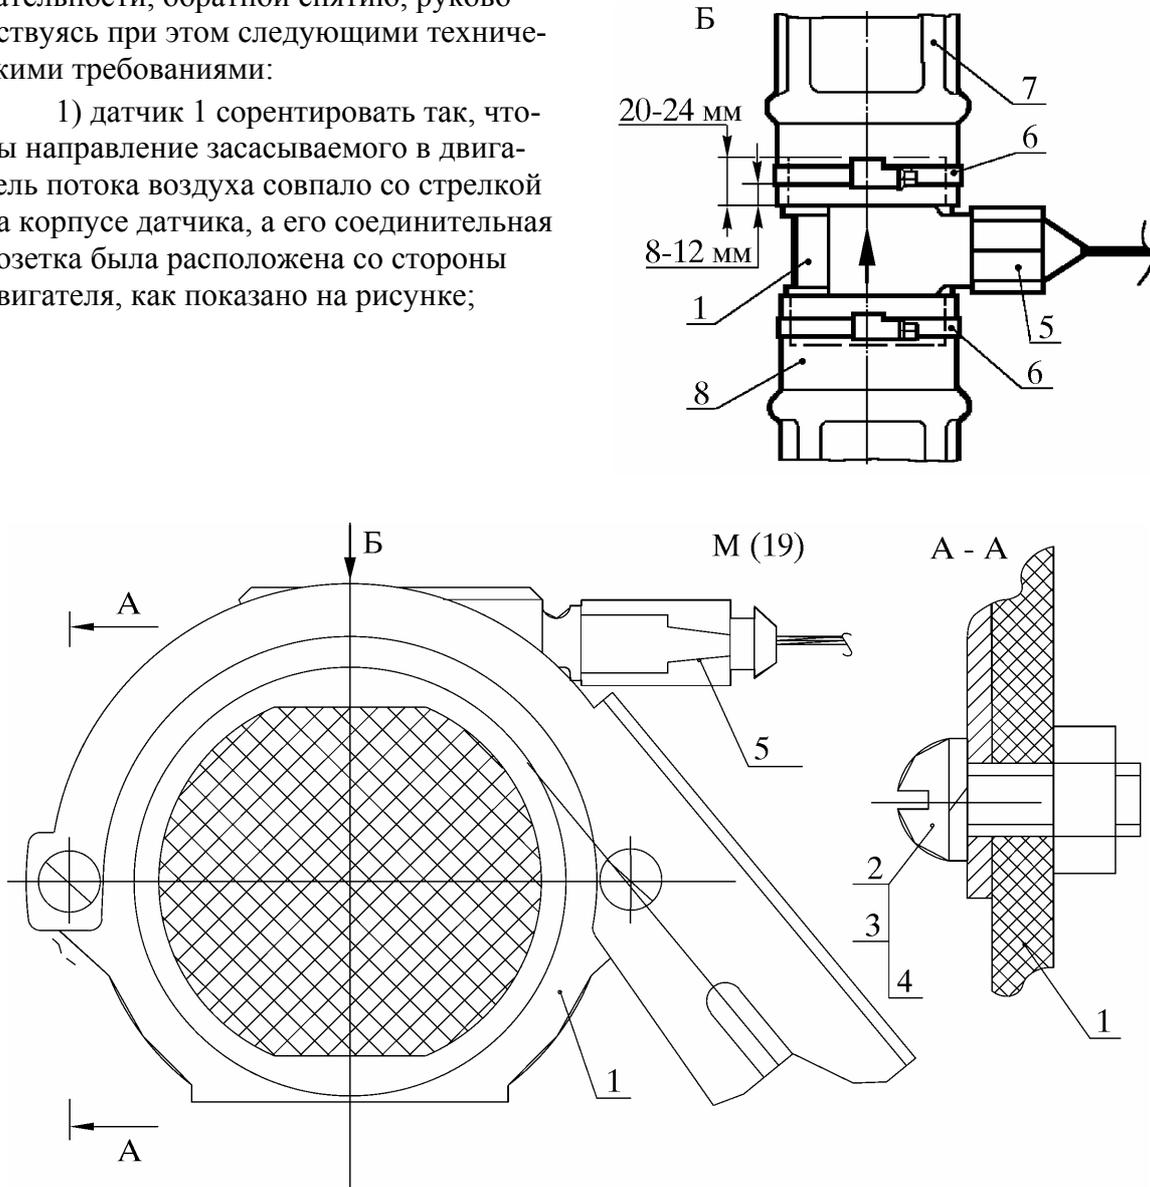

Рис. 22. Снятие - установка датчика расхода воздуха:
12.1. Отсоединить от датчика 1 (рис. 22) шланги 7 и 8, ослабив затяжку двух хомутов 6
Цвета проводов и места их подсоединения к разъему должны соответствовать указанным на рис. 22а;
Рис. 22а. Схема подсоединения проводов к колодке датчика расхода воздуха